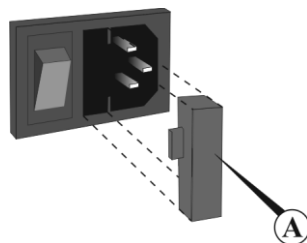

Fig. 2 Sostituzione del fusibile
- Estrarre il portafusibile facendo leva nell'incavo (Fig.2/A).